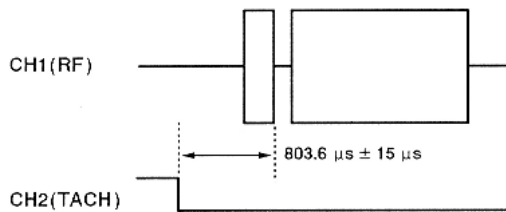

Fig. 6-5
- 4). Adjust trimmer resistor R408 so that the time from the trailing edge of the TACH waveform to the marker of the RF waveform is $803.6 \pm 15 \mu\text{s}$, as shown in Fig. 6-5.
- 4). 図6-5のように、TACH波形の立下がりからRF波形のマーカまでの時間が $803.6 \pm 15 \mu\text{s}$ になるように半固定抵抗 R408を調整する。